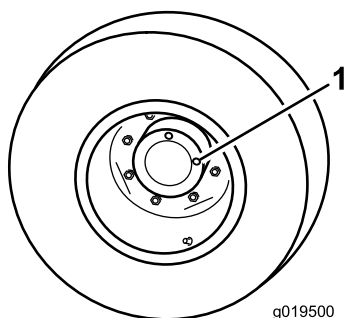

Рисунок 66
1. Поставив машину на ровную поверхность, расположите колесо так, чтобы одна контрольная пробка (Рисунок 66) находилась в положении «12 часов», а вторая в положении «3 часа».
2. Снимите пробку, находящуюся в положении «3 часа» (Рисунок 66).